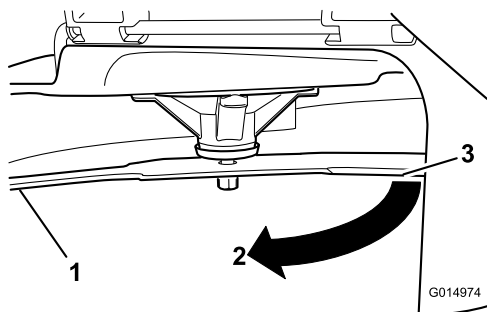

Figuur 63
5. Meet de afstand tussen het uiteinde van het mes en de vlakke ondergrond (Figuur 63).